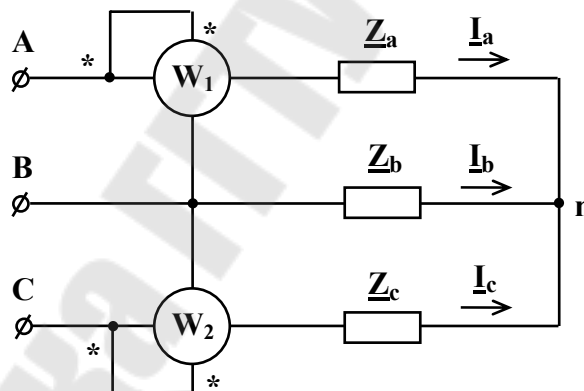

Рис. 1.1
1.3.1. К зажимам трехфазного симметричного источника энергии с линейным напряжением $U_{\text{л}} = 380$ В подключена соединенная звездой несимметричная нагрузка (рис. 1.1), сопротивление фаз которой $\underline{Z}_{\text{a}} = (6 + j8)$ Ом, $\underline{Z}_{\text{b}} = (24 + j7)$ Ом, $\underline{Z}_{\text{c}} = 20$ Ом.